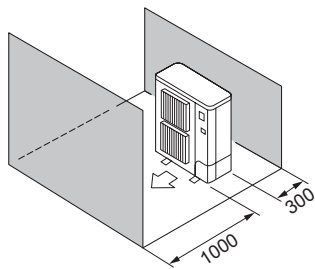

Fig. 2-10
- ⑤ Prekážky len spredu a zozadu (Fig. 2-10)